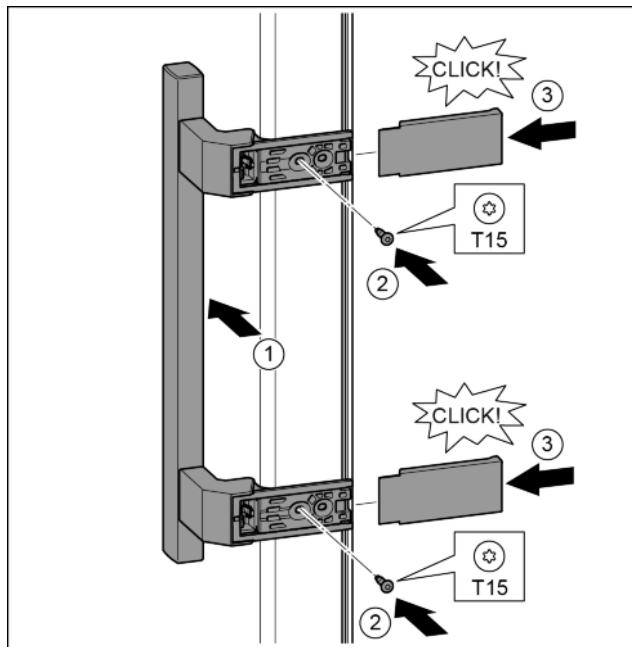

Fig. 19
- Postavite ručicu na suprotnoj strani. Fig. 19 (1)
- Odvijačem T15 čvrsto pritegnite vijke. Fig. 19 (2)
- Postavite pokrove bočno i nataknite ih. Fig. 19 (3)